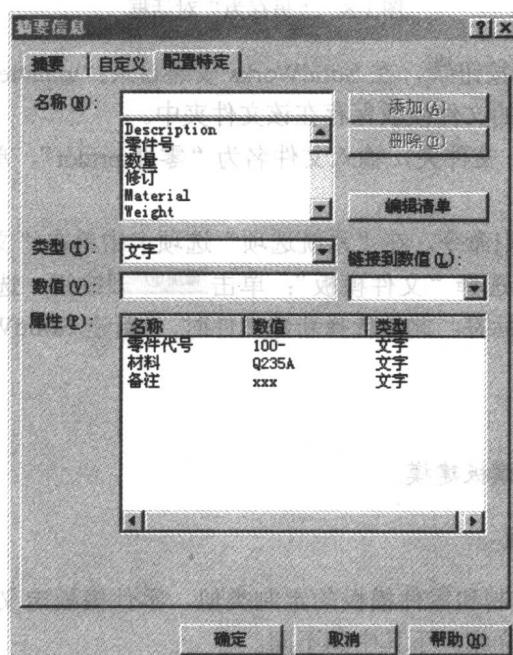

图 1-7 “摘要信息”对话框
- ⑤ 单击[虚拟交点], 设置成十字型■。
- ⑥ 单击[注解显示], 选中[以相同文字大小显示]。
- ⑦ 单击[网格线/捕捉], 不选中所有选项。
- ⑧ 单击[单位], 选择[自定义]单选按钮, 选择长度单位为“mm”, 小数位数为 2; 角度单位为“°”, 小数位数为 2。
- ⑨ 单击[材料属性], 设定产品材料为常用的密度值, 如“0.0027g/mm³”。
- ⑩ 单击[选项]对话框的[确定]按钮, 保存文件属性设置并关闭对话框。
- ⑪ 选择菜单[文件]—[属性]命令, 出现“摘要信息”对话框:
- 在[配置特定]标签中分别添加 3 个文本类型的自定义配置, 它们会自动添加到工程图的标题栏或装配图文件的 BOM 表中, 如图 1-7 所示;